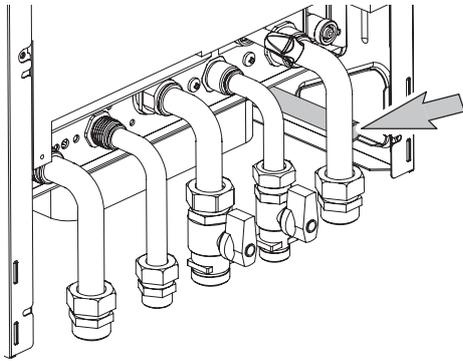

Рис. 4.3
- Подключите предохранительный клапан к сливной воронке (Рис. 4.3).